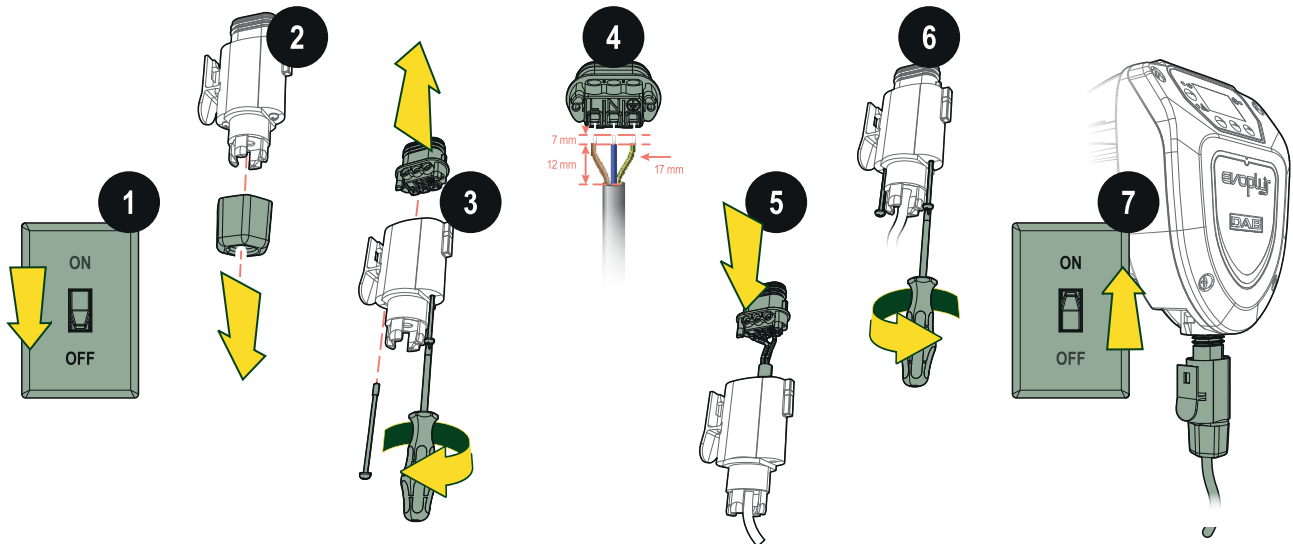

Figura 10
Per effettuare il collegamento elettrico del circolatore procedere come in *Figura 10*.
- 4 predisporre i fili come indicato in *Figura 10* e infilare il cavo attraverso il pressacavo. Cablare i fili alla morsettieria rispettando le corrispondenze tra fase (L), neutro (N) e terra (PE g/v); infine serrare le tre viti sui fili. Inserire la morsettieria cablata nel pressacavo bloccandola con le clip laterali. Avvitare il dado di bloccaggio;